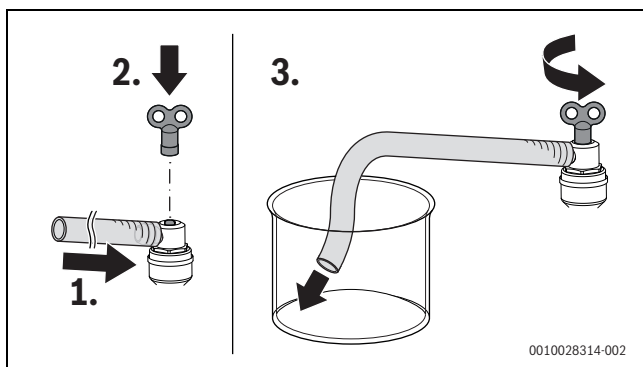

Bild 122 Warmwasserkreis und Heizkreis entlüften
- ▶ Schlauch in ein Gefäß (z. B. Flasche) leiten (→ Bild 122 und Bild 5, Seite 9).